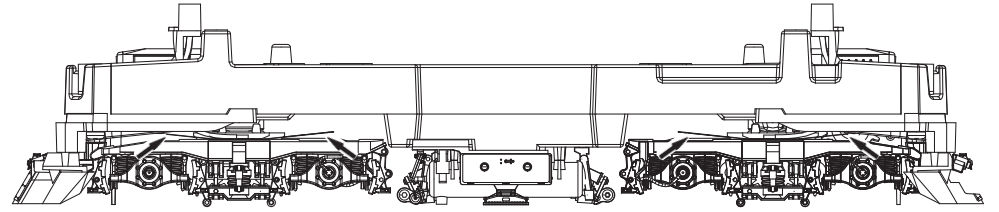

Fig. 9
3. Haftreifenwechsel: Zuerst den Getriebedeckel abnehmen (Fig. 9). Danach den **Radsatz** herausnehmen und die **Haftreifen** mit einer Nadel od. mit einem feinen Schraubendreher abziehen (Fig. 5). Beim Aufziehen der neuen Haftreifen darauf achten, dass diese sich nicht verdrehen.
3. Change of traction tyre: Remove the gear cover (fig. 9). Take out **wheel set** and remove **traction tyre** using a pin or a fine screwdriver (fig. 5). When pressing on the new traction tyre please **avoid twisting it**.
3. Échange des bandages d'adhérence: Démontez d'abord **le couvercle du carter des engrenages** des en-grenages (fig. 9). Délogez ensuite les essieux bandagés et enlevez, à l'aide d'une aiguille ou d'un tourne-vis fin, les bandages d'adhérence (fig. 5). Lors du montage des nouveaux bandages veuillez veiller à ce que les bandages **ne soient pas tor-dues**.